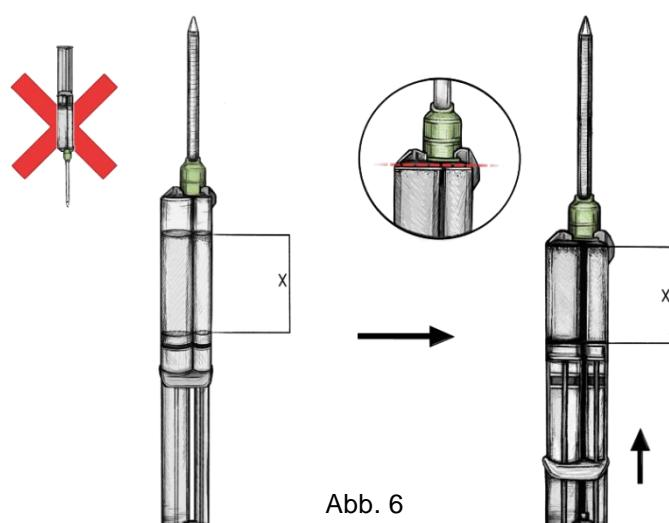

Abb. 6
11. Drücken Sie den Kolben zusammen, bis die Lösungen mit dem oberen Ende des Spritzenkörpers bündig sind (Abb. 6). Sobald der verbleibende Luftraum entfernt wurde, ist das Applikationsgerät bereit für die Vorbereitung der Applikatorspitze.